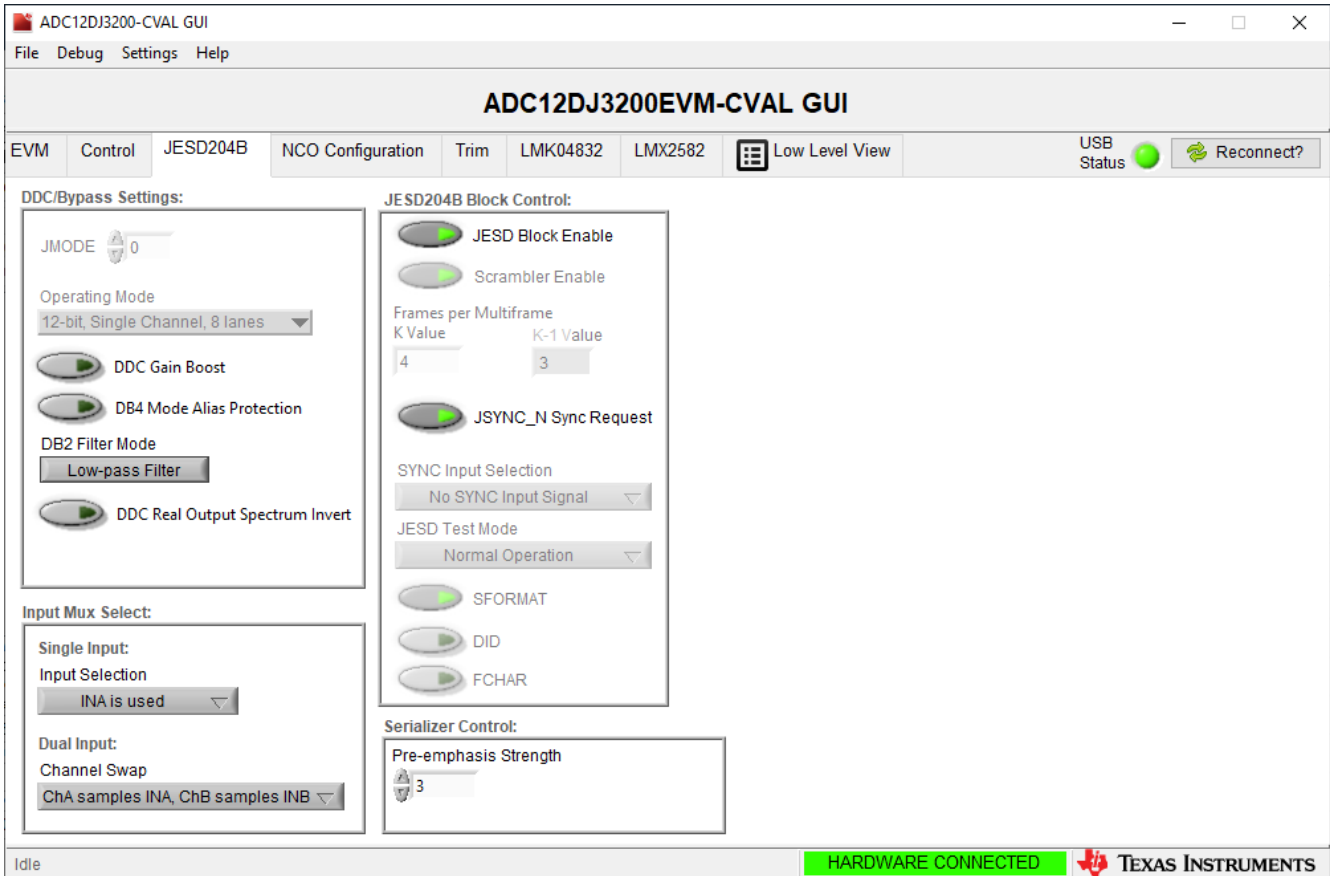

图 7-5. ADC 内部 SYNC 现已设为低电平
3. 点击“JESD Block Enable”（启用它）。现在 GUI 应该如图 7-5 所示。